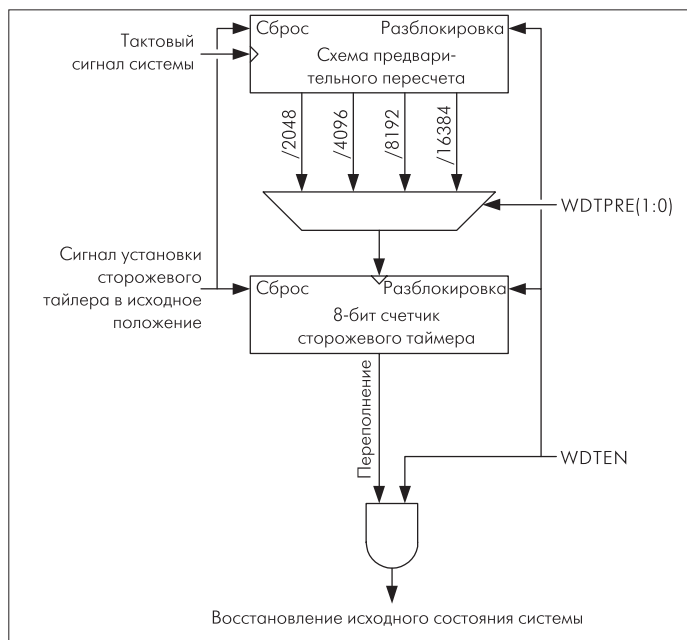

Рис.3. Блок-схема сторожевого таймера
- программируемый 8-бит сторожевой таймер (рис.3). Время возврата в исходное состояние в зависимости от коэффициента деления тактовой частоты составляет 175–1400 и 21,8–175 мс при исходном значении тактовой частоты 3 и 24 МГц, соответственно;